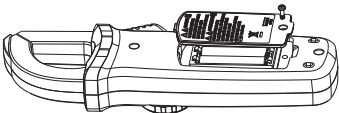

fig. 6
2. Substituição da bateria (fig. 6)